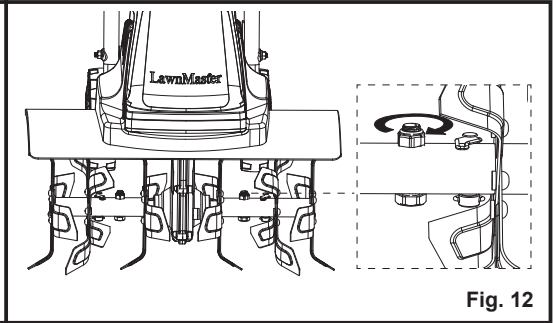

Fig. 12
3. Apriete la contratuerca a mano con una llave de horquilla o un trinquete con casquillo (no se incluye) (Fig. 12).